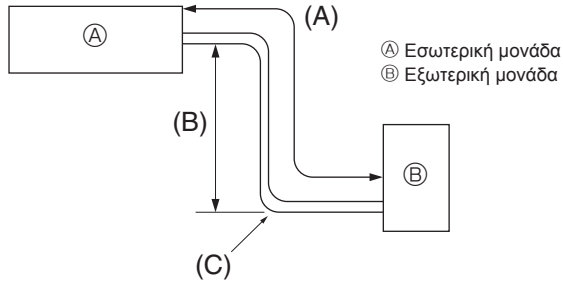

Fig. 5-1
5.1. Σωλήνες ψυκτικού (Fig. 5-1)